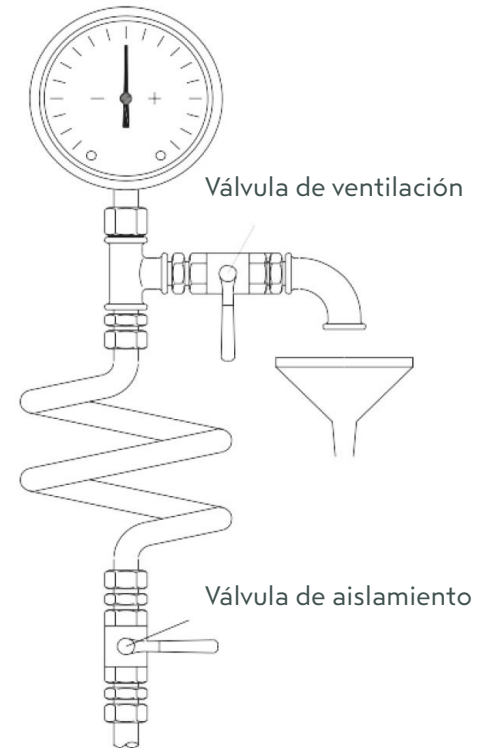

Figura 4
• Los manómetros y vacuómetros deben estar correctamente anclados y conectados en los puntos de medición situados en las bridas de la bomba por medio de tubos de aproximadamente 8 mm de diámetro o en las tuberías cercanas a las bridas, con configuración de cola de cerdo para reducir la fluctuación de la presión. Por razones de seguridad, las válvulas de aislamiento y ventilación deben instalarse antes de las galgas (**Figura 4**).